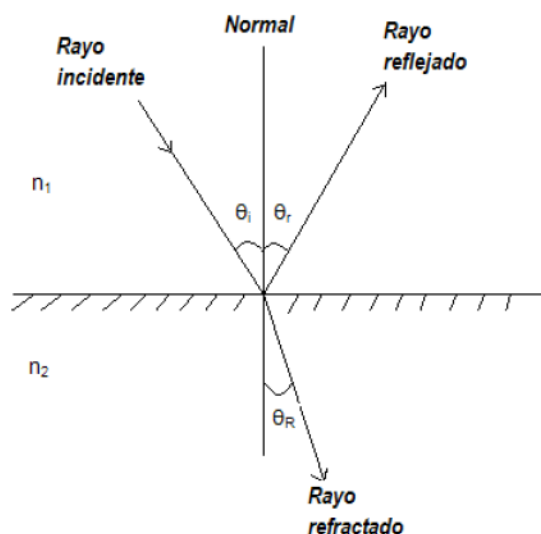
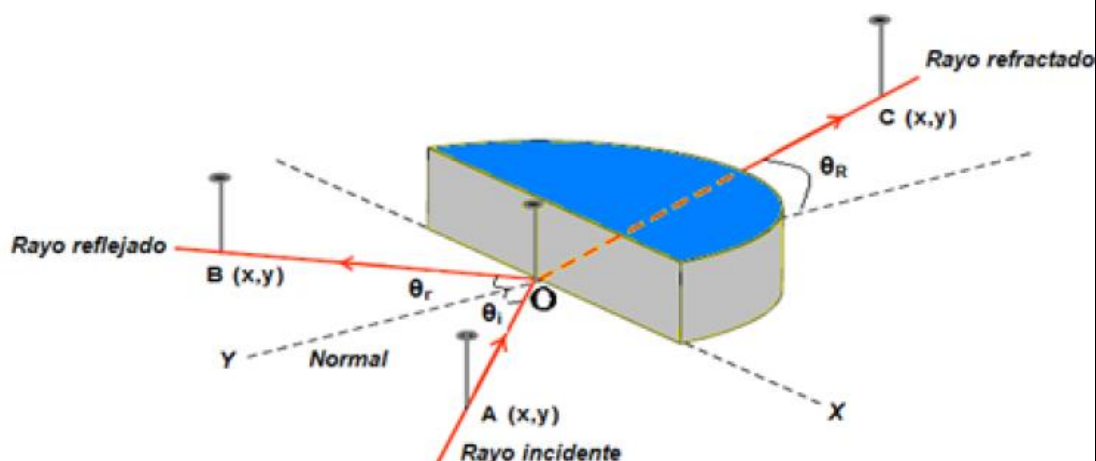

Figura 2. Representación de los rayos en el plano de incidencia.
Figura 3. Recipiente plano circular que contiene las diferentes sustancias.
Estas leyes se esquematizan en la Figura 2. En esta práctica se determinará de forma experimental el índice de refracción de diferentes sustancias, a través del trazado de los rayos incidente, reflejado y refractado en una superficie plano circular. A fin de tener una única refracción, se utiliza un recipiente contenedor de las diferentes sustancias con una forma plano circular, ver Figura 3, para garantizar que el rayo refractado desde la superficie plana incida de forma normal en la superficie circular sin sufrir una segunda refracción.
2. Haga incidir el puntero láser en el punto central de la cara plana del acrílico, formando un ángulo de 10° con respecto a la normal, es decir $\theta_i = 10^\circ$. **Ver figura 2 y 3.**